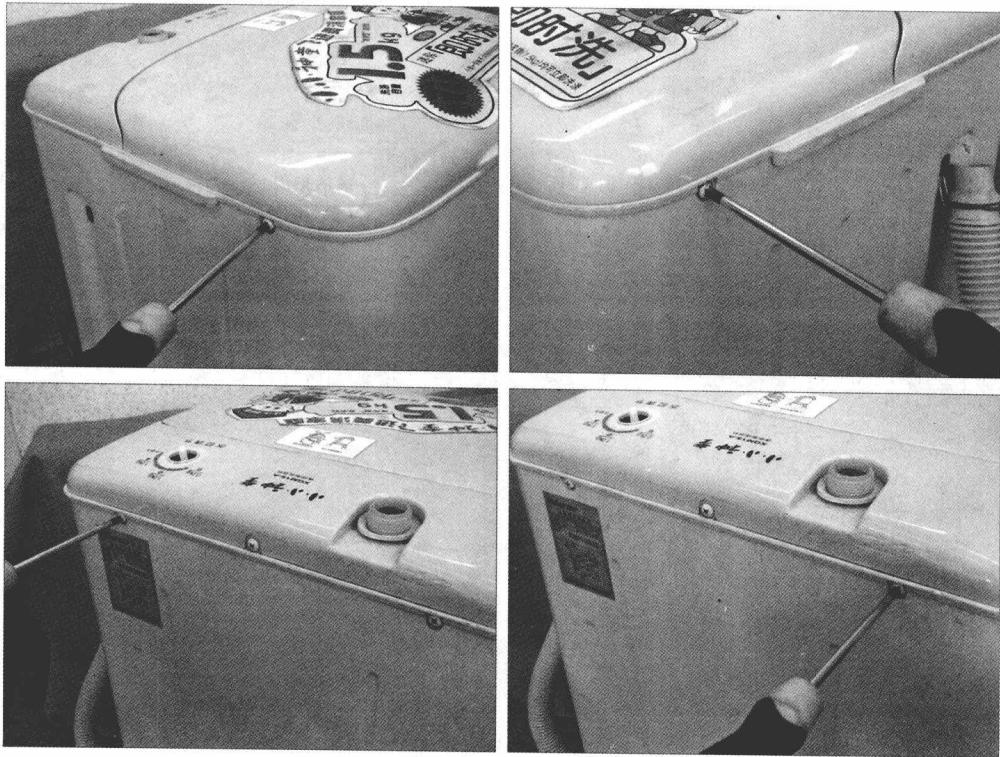

图 1-6 洗衣机上盖的拆卸
④ 将洗衣机各零部件取下来以后，就可以对其进行拆卸。首先可以拆卸洗衣机上盖，如图 1-6 所示，洗衣机上盖在洗衣筒外壳之间由 4 个螺钉固定，其中左右侧面各一个，后面两个，可以使用合适的螺丝刀进行拆卸。